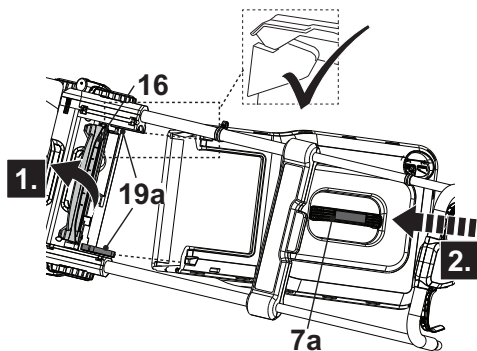

Fig. 7
4. Abrir a proteção deflectora (16) e mantê-la em posição (Fig. 7, passo 1).
5. Carregue o coletor de relva (7) pela sua pega de transporte (7a).
6. Alinhar o suporte com os ganchos (19a) e pendurar o coletor de relva neles (Fig. 7, passo 2).
7. Solte cuidadosamente o protector deflector (16) depois.